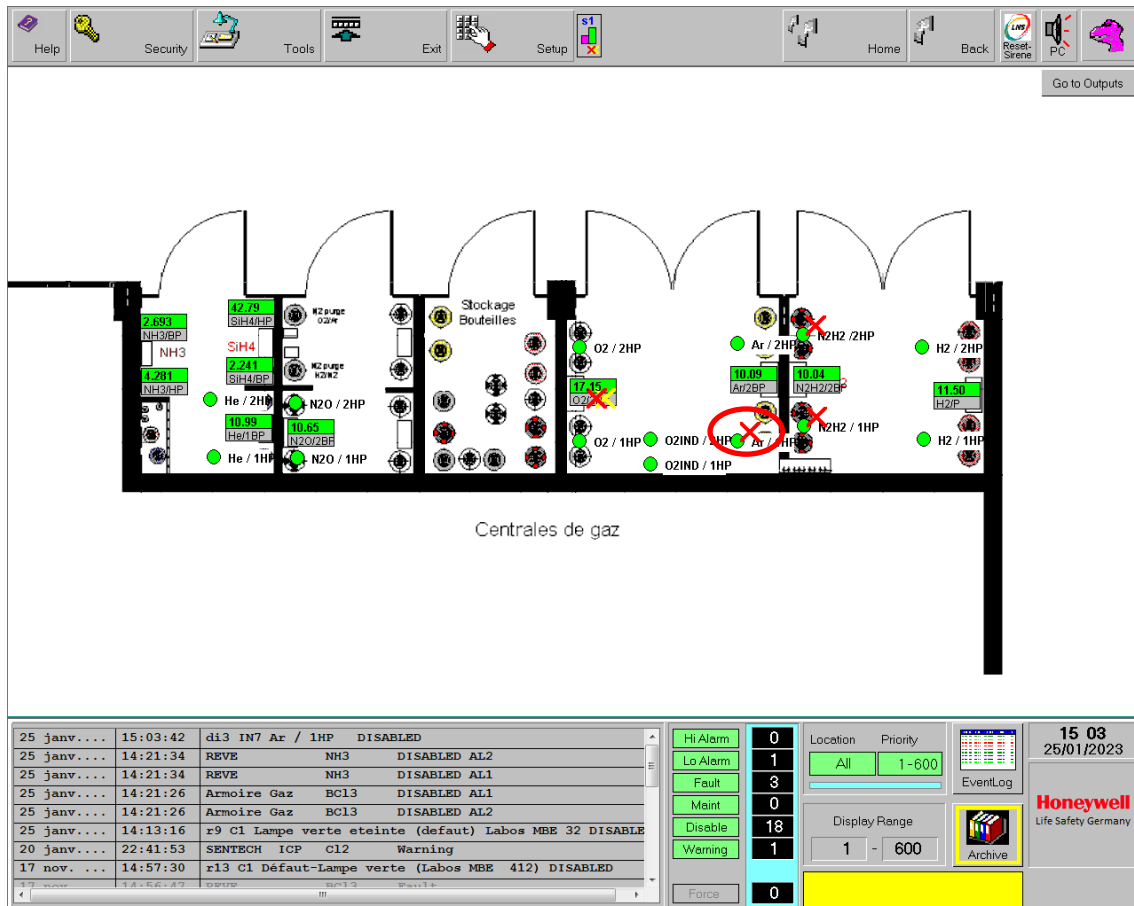

Figure 21: Réactiver capteur bouteille d'Ar
- Cliquer sur la bouteille d'Ar dont vous voulez réactiver l'alarme (Figure 21)